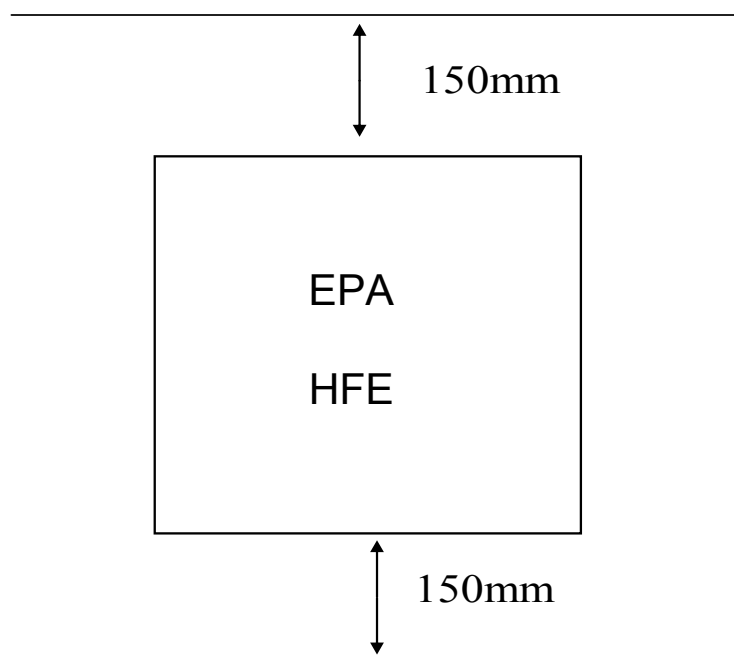

Abbildung 22: 150mm Freiraum ober-und unterhalb
- 150mm Freiraum ober- und unterhalb einhalten (siehe Abbildung 22).